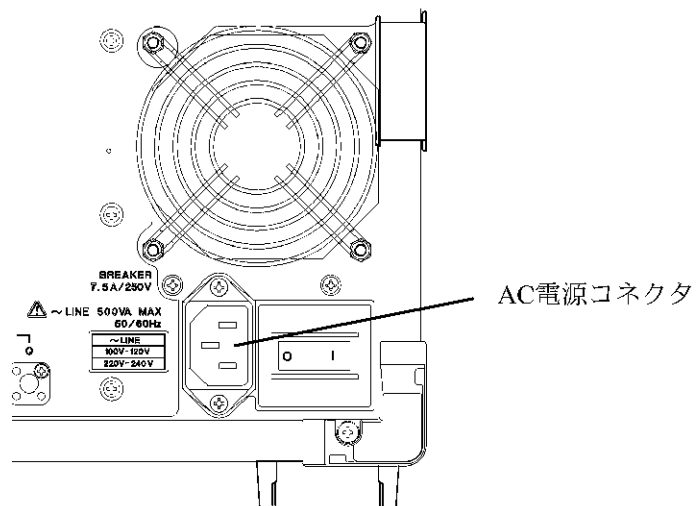

図 3-6 電源ケーブルの接続
2. 本器背面パネルの AC 電源コネクタと、保護接地端子を備えた 3 極電源コンセントを付属の電源ケーブルで接続します（図 3-6 を参照）。